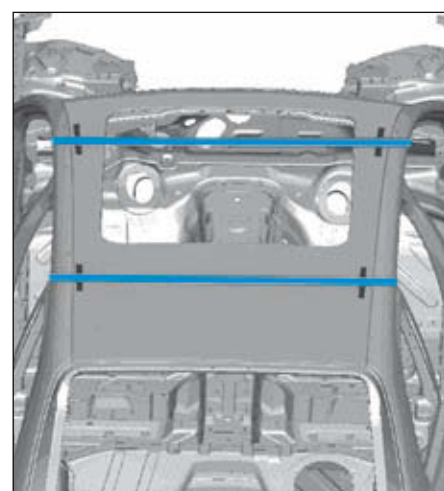

FIG.92
• Fixer en outre le pavillon avec des sangle de serrage (Fig.92).